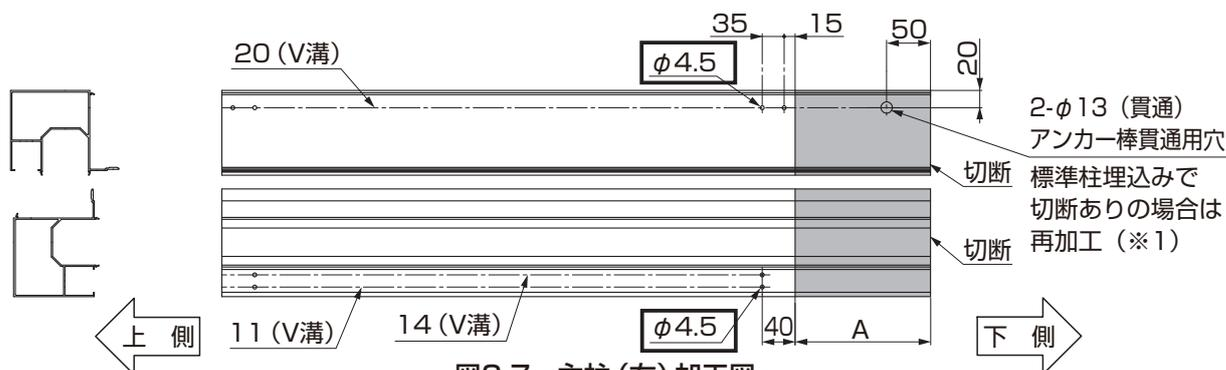
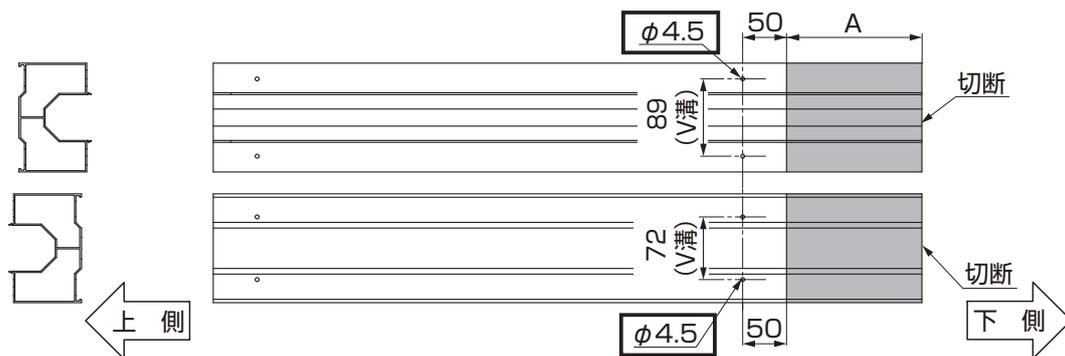

図3-7 主柱(右)加工図
図3-8 連棟柱またはテラス用中間柱加工図
(3) 連棟エクシオールプラスの場合 ※図3-8は、エクシオールプラスLタイプを示します。
①図3-7、図3-8、表3-4、を参照して柱を加工してください。